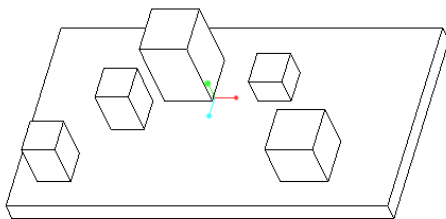

图 5-45 完成表阵列特征的模型效果
- 8 在“阵列”选项卡中单击“完成”按钮，完成该表阵列特征，完成的效果如图 5-45 所示。